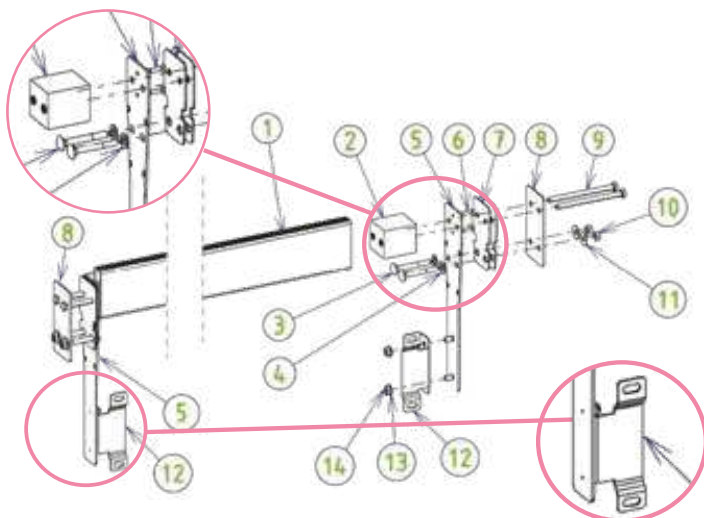

Figura 43 – Assemblaggio e montaggio della trave
Infine, fissare la parete divisoria sulle staffe (parte 12 della *Figura 43*) con quattro viti (7) a testa bombata 8 × 16, quattro rondelle e quattro dadi di diametro 8 mm in acciaio inox A4.